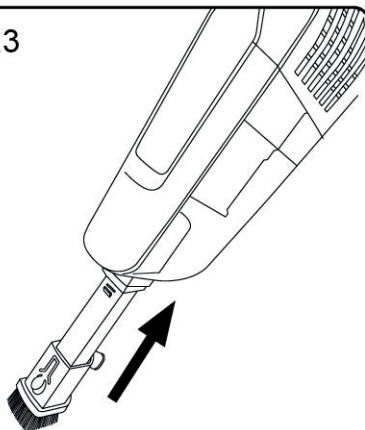

Fig.4
- Este aparato dispone de una posición de asa plegable para un fácil almacenaje del producto. (Fig. 4)